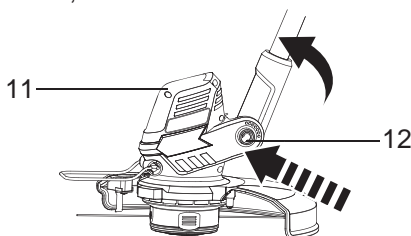

Fig.16
- > Pressione o botão de bloqueio (12) para ajustar a cabeça de corte (11) para um ângulo de inclinação adequado. A articulação tem 7 posições de encaixe, nomeadamente entre 0 e 90° (Fig.16,17,18).